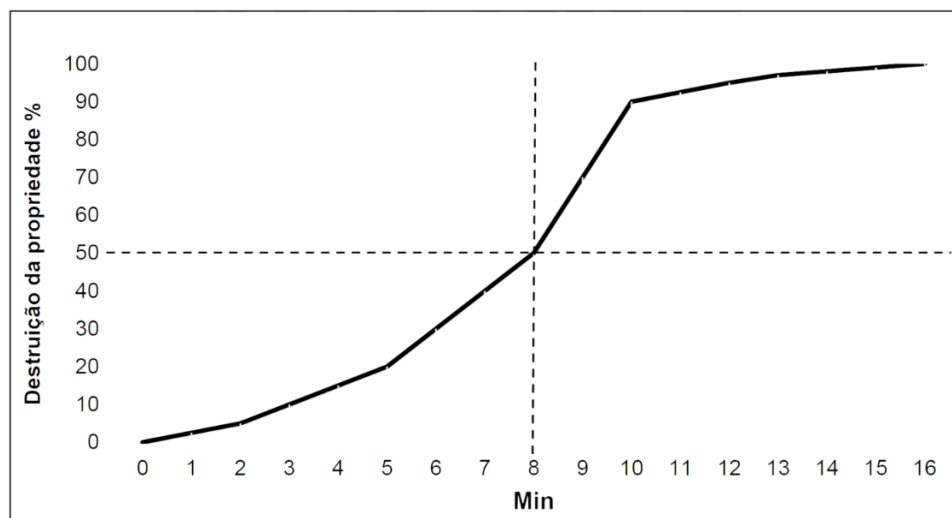

Figura 1.5¹⁰: Curva de propagação do fogo
As NBRs 14276 e 15219 trazem uma descrição do desenvolvimento do fogo (Figura 1.5) em um ambiente para demonstrar a importância de se combatê-lo antes da ocorrência do *flashover*.
- c) em tempo superior a 10 min, geralmente o incêndio pode destruir mais de 90% da propriedade, se nenhum procedimento de ventilação e exaustão, resfriamento e extinção das chamas for executado, conforme gráfico mostrado na Figura 1.5.